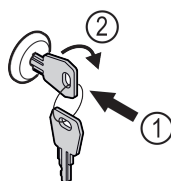

Fig. 46 Ilustrační zobrazení
- Klíč zasuňte dovnitř Fig. 46 (1).
- Otáčejte klíčem o 90° ve směru hodinových ručiček Fig. 46 (2).